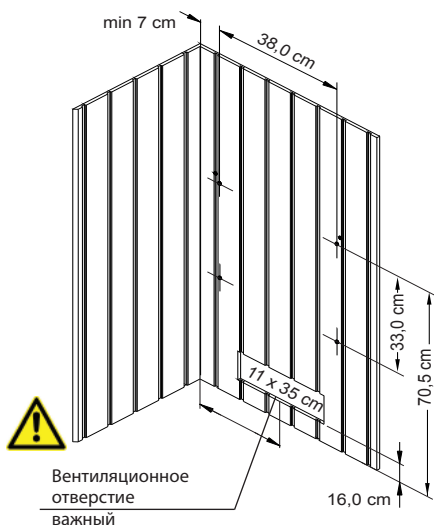

Рис. 2
1. Ввернуть 4 крепежных винта согл. рис. 2 над воздухозаборным отверстием в стене парной так, чтобы между стеной и головкой винта оставалось приibl. 3 мм.